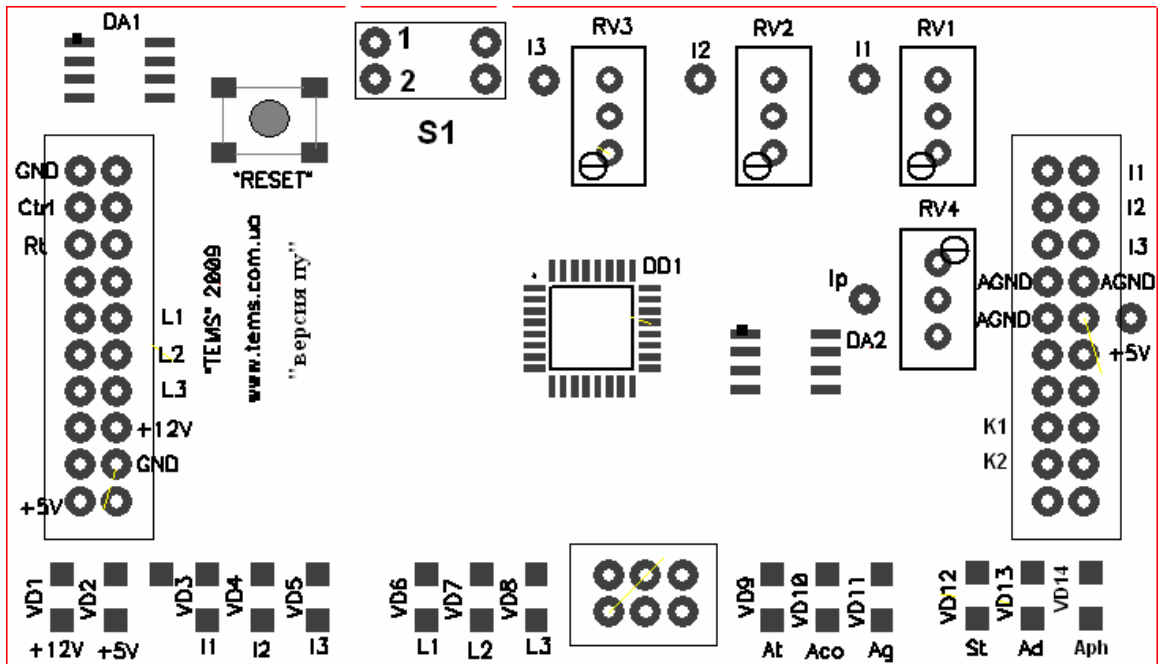

Рис.7 Схема размещения элементов платы управления
**4.6.** Пускатели имеют индикацию (**Рис.7**):
Для настройки порогового значения рабочего тока на плате управления установлен подстроечный резистор RV4 (**Рис.7**); для удобства настройки на плате управления установлен вывод "Ip".
Вращая движок подстроечного резистора RV4 установить между выводами "Ip" и "AGND" уровень напряжения (**Рис.7**), соответствующий необходимому значению тока (**Таблица 1**).
Для того чтобы отключить защиту «Перегрузка по току», необходимо ползунок «2» на переключателе S1 (Рис.7) перевести в положение «ON». Светодиод «Ad» («Авария отключена») сигнализирует о том, что пускатель работает в режиме с отключенной аварией «Перегрузка по току».
*Внимание! После срабатывания одной из защит работа пускателя будет заблокирована до тех пор, пока не будет снято питание цепей управления. Восстановление работы пускателя также возможно несколькими продолжительными (2-5 секунды) нажатиями на кнопку сброса аварии "RESET" (Рис.7).*